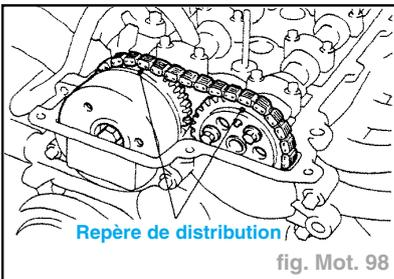

fig. Mot. 98
- Si ce n'est pas le cas, tourner le vilebrequin d'un tour complet (360°) et aligner les repères comme indiqué ci-dessus (fig. Mot. 98).